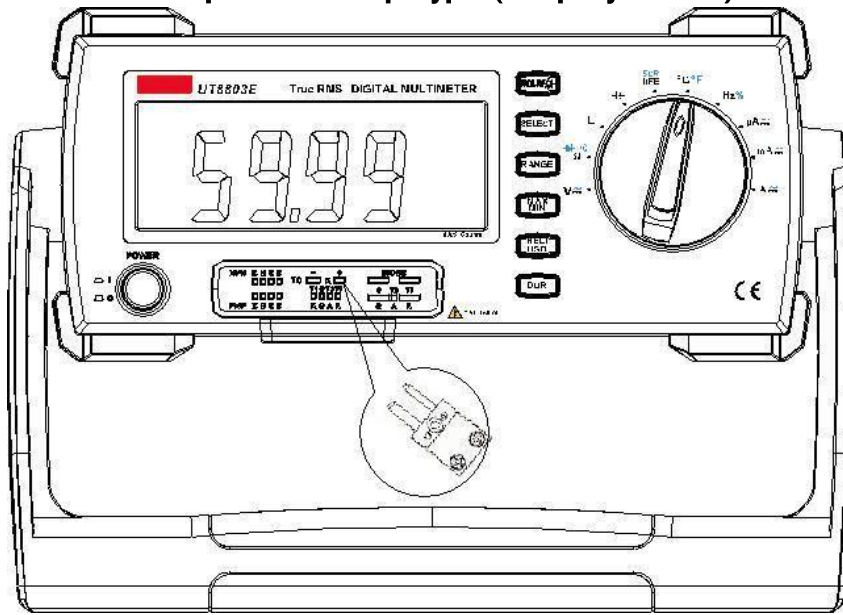

Рисунок 10.
## Измерение температуры (см. рисунок 10.)
1. Вставьте переходник UT-303A (многофункциональный переходник) в гнездо, изображенное на рис. 10.